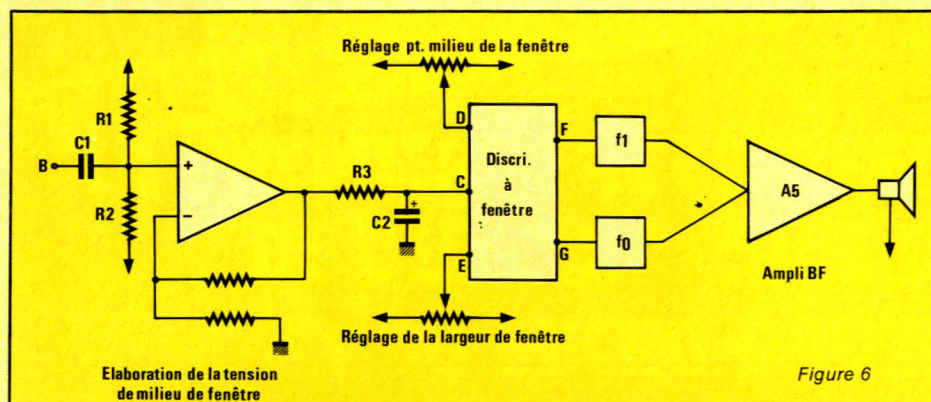

Figure 6
Un détecteur conçu comme indiqué à la **figure 6** est sensible, discrimine et reste silencieux lorsque la tête n'est perturbée que par la minéralisation du sol. Le signal, prélevé au point B, est amplifié par un amplificateur dont la tension d'entrée est fixée par les résistances R_1 et R_2 . le condensateur C_1 élimine la composante continue du signal (B). Cette tension, multipliée par le gain de l'amplificateur donne la tension d'entrée du discriminateur à seuils. Elle doit être identique à la tension D référence du point milieu du discriminateur à seuils. La variation de la tension en E détermine la largeur de la fenêtre. Le réglage fait varier la valeur des seuils Haut et Bas symétriquement par rapport à la valeur du point milieu. Il est dénommé « réglage de l'effet de sol ».